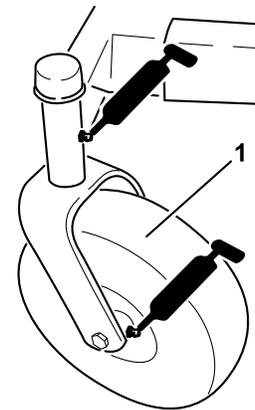
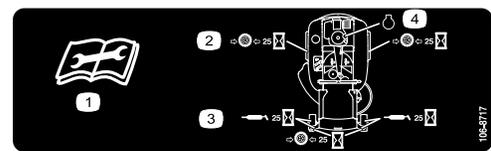

Bild 22
Bild 23
3. Reinigen Sie die Schmiernippel (Bild 22 und Bild 23) mit einem Lappen. Kratzen Sie bei Bedarf Farbe vorne von den Nippeln ab.
4. Setzen Sie die Fettpresse nacheinander an allen Nippeln an (Bild 22 und Bild 23). Fetten Sie die Nippel, bis das Fett beginnt, aus den Lagern auszutreten.